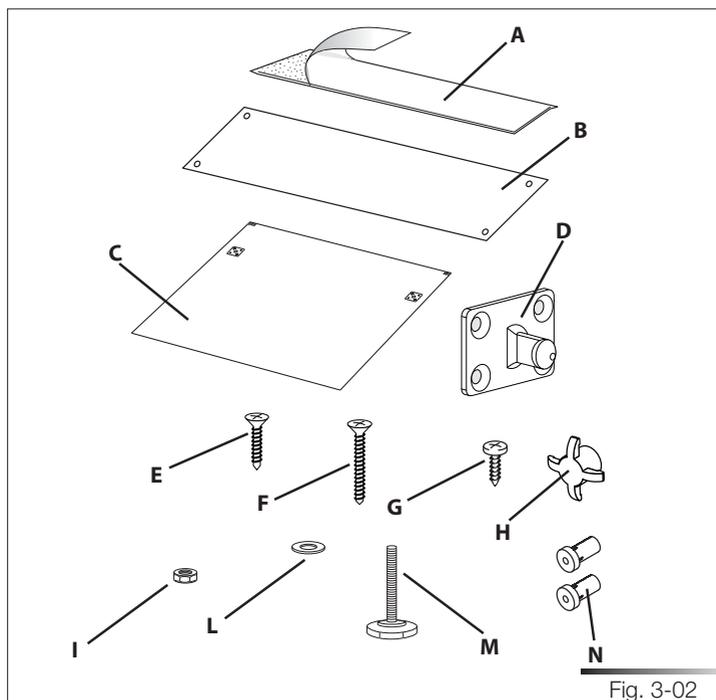

Fig. 3-02
- 1 protection adhésive contre la vapeur (réf. A fig. 3-02) ;
- 1 protection contre la vapeur en acier (réf. B fig. 3-02) ;*
- 1 gabarit de perçage pour le panneau de la porte (réf. C fig. 3-02) ;
- 2 supports pour le panneau de la porte (réf. D fig. 3-02) ;
- 8 vis pour la fixation des supports du panneau de la porte (réf. E fig. 3-02) ;
- 2 vis pour la fixation de la porte (réf. F fig. 3-02) ;
- 2 vis pour la fixation du lave-vaisselle aux parois adjacentes (réf. G fig. 3-02) ;
- 2 cache-vis (réf. H fig. 3-02).
- 2 écrous (uniquement sur certains modèles) (réf. I fig. 3-02) ;
- 2 rondelles (uniquement sur certains modèles) (réf. L fig. 3-02).
- 2 pieds de réglage (uniquement sur certains modèles) (réf. M fig. 3-02) ;
- 2 distanciateurs de porte (uniquement sur certains modèles) (réf. N fig. 3-02).